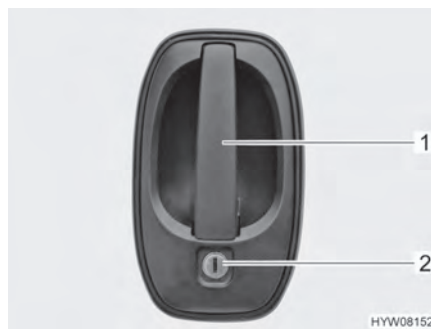

Fig. 31 Cerradura de la puerta
- Introducir la llave en el cilindro de cierre (Fig. 31,2) y girarla hasta que esté desbloqueada la cerradura de la puerta.
- Tirar del tirador de la puerta (Fig. 31,1). La puerta está abierta.
- Introducir la llave en el cilindro de cierre (Fig. 31,2) y girarla hasta que esté bloqueada la cerradura de la puerta.